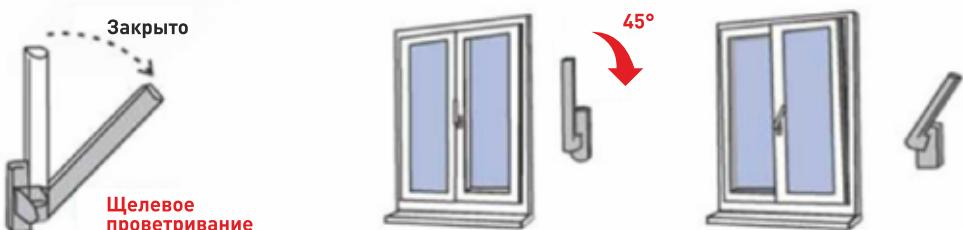

Рисунок 3
3. Положение «Микропроветривание». Для перевода створки в положение «Микропроветривание» ручку поворачивают из положения «Откинуто» в положение «Микропроветривание» на 45 градусов (рисунок 3). При этом створка окна (после небольшого поворота относительно нижней горизонтальной оси) фиксируется, будучи неплотно прижатой к раме окна вверху. Зазор между рамой окна и створкой (в верхней части) в данном режиме может составлять от 5 до 20 мм и регулируется небольшим поворотом ручки.